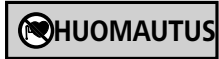

figur 2
- Overhold minimumsavstanden mellom apparater, og mellom apparatet og veggen over enheten (min. 800 mm), se figur 2.